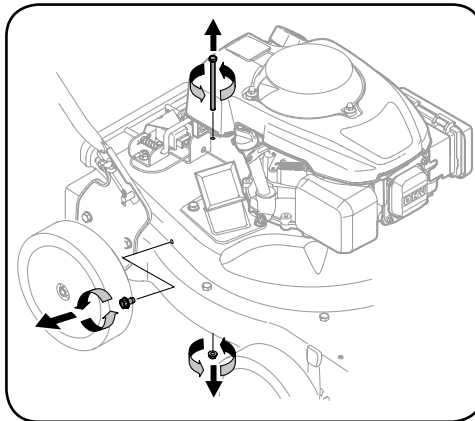

Рисунок 5-2
4. Выкрутите самонарезающий винт из экрана измельчителя с правой стороны машины. См. рисунок 5-2.
5. Выкрутите винт с шестигранной головкой в верхней части заднего кожуха рядом с монтажным кронштейном и фланцевую контргайку, удерживающую экран измельчителя. См. рисунок 5-2.